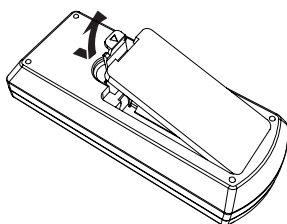

Fig. 1
- 1) Ouvrir le capot. (Fig. 1)